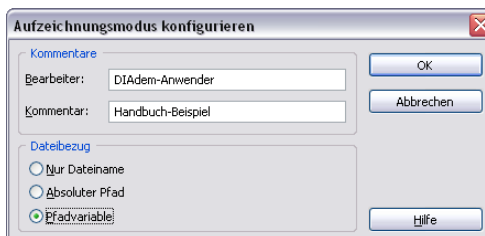

Abbildung 6-1. Konfigurieren des Aufzeichnungsmodus
3. Geben Sie DIAdem-Anwender als **Bearbeiter** und Handbuch-Beispiel als **Kommentar** wie in Abbildung 6-1 ein.